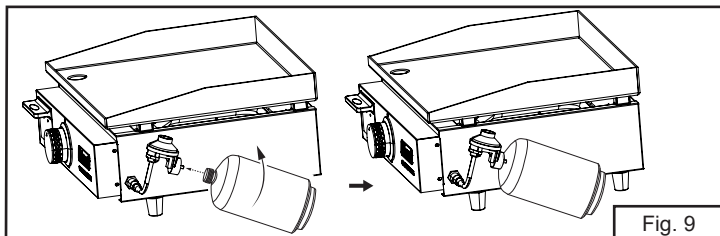

Fig. 9
7. Enrosque la botella de propano líquido (no incluida) en el regulador de gas, y gire el tanque en sentido contrario a las agujas del reloj. (Fig. 9).
- La botella de propano líquido debe parecerse a la imagen de abajo cuando esté correctamente conectada al regulador. (Fig. 9)